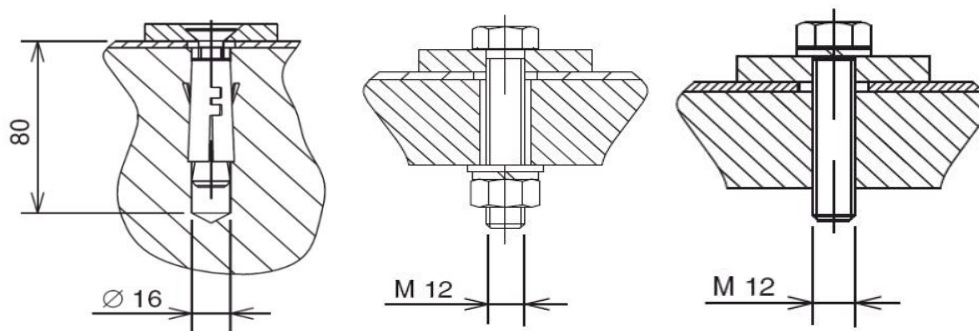

Рис. 15 Способы крепления шкафов КРУ.
10.2.1. Прикрепить шкаф КРУ к установочной поверхности одним из способов, показанных на рис. 15,